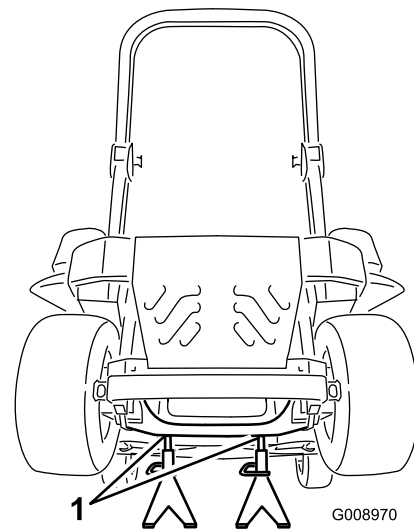

Figura 89
3. Levante la máquina y apóyela sobre soportes fijos (Figura 89).
9. Retire los soportes y baje la máquina (Figura 89).